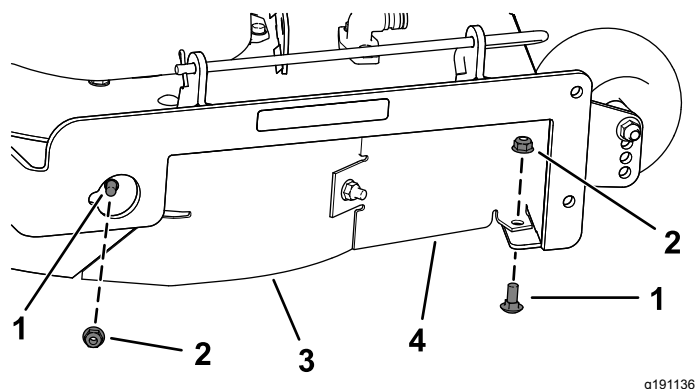

Figure 29
7. Retirez les 2 boulons de carrosserie (5/16 x 3/4") et les 2 contre-écrous (5/16") qui fixent le déflecteur droit et sa protection au plateau de coupe (Figure 29).